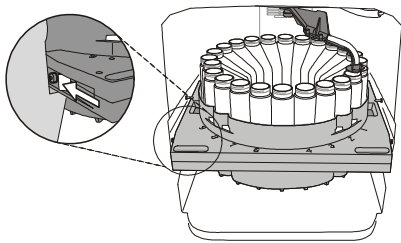

Figure 2-3 Le casier de 24 flacons est maintenu en place par un loquet situé sur le côté gauche
5. Insérez le casier sur les rails. Poussez-le vers le fond jusqu'à ce le loquet situé sur le côté gauche (encart, Figure 2-3) s'enclenche et verrouille le casier en place.